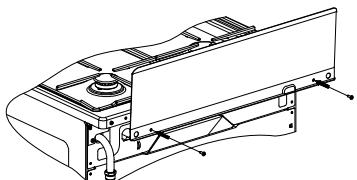

рис. 1
■ Модели плит, не имеющие крышки стола, комплектуются щитком, который закрепляется перед установкой плиты (рис.1).
■ **Установка щитка** на плиты моделей 1001, 1101. Установку щитка производить путем крепления к столу двумя винтами (см. рис. 1). Винты для крепления щитка находятся в пакете с комплектующими.